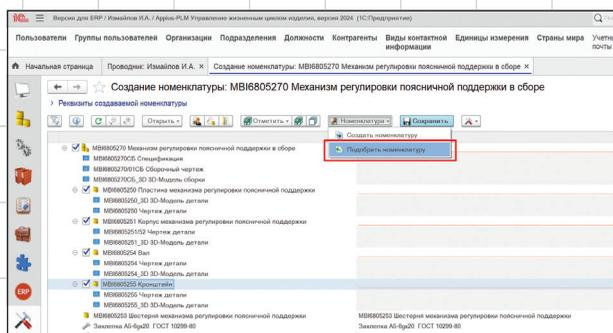

Рис. 3
- выбираем команду *Подобрать номенклатуру* (рис. 3),